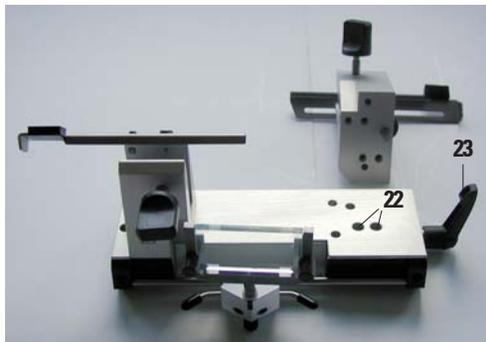

Fig.11
2. Aflojar la palanca (23, Fig. 11) en el lado derecho del portacuchillas y seleccionar un ángulo libre de '0' (la raya índice tiene que coincidir con la cifra 0 (25)).
Volver a sujetar la palanca (23, Fig. 11). Si los cortes no resultan satisfactorios, ir aumentando el ángulo libre en pasos de 1° hasta lograr resultados óptimos.
Primero seleccionar un ángulo libre de '0'. Para esto, aflojar la palanca (23, ver Fig. 11) y hacer coincidir la raya índice (26) con la cifra '0' en la escala de ajuste del ángulo libre (27). Volver a sujetar la palanca (23). Si los cortes no resultan satisfactorios, ir aumentando el ángulo libre en pasos de 1° hasta lograr el resultado óptimo.